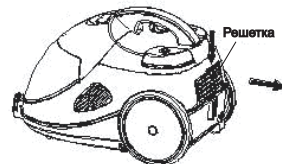

Рис. 8
1. Удалите декоративную решетку выходного отверстия пылесоса, сдвинув вверх кнопку фиксации решетки (Рис. 8).
1. Удалите декоративную решетку выходного отверстия, сдвинув вверх кнопку фиксации решетки (Рис. 8).